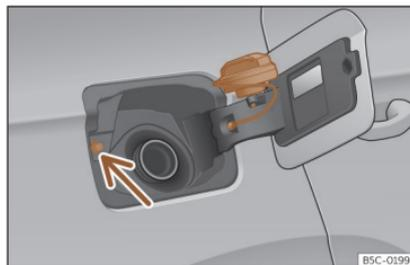

Fig. 213 Tapa del depósito con el tapón encajado.
Evite tocar el botón de bloqueo de la tapa de combustible»» **fig. 213** (flecha). El sistema entenderá que ha acabado y no podrá seguir repostando. Vuelva a pulsar la tecla  de la puerta del conductor para continuar.
- Colóquelo en el espacio que hay en la bisagra de la tapa abierta»» **fig. 213**.